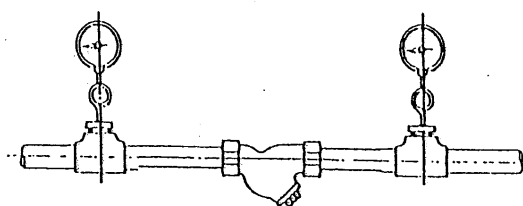

图 1
[7. 参照 管道图例 图 1]
(2) 使阀帽向下安装过滤器。[7. 参照 管道图例 图 1]